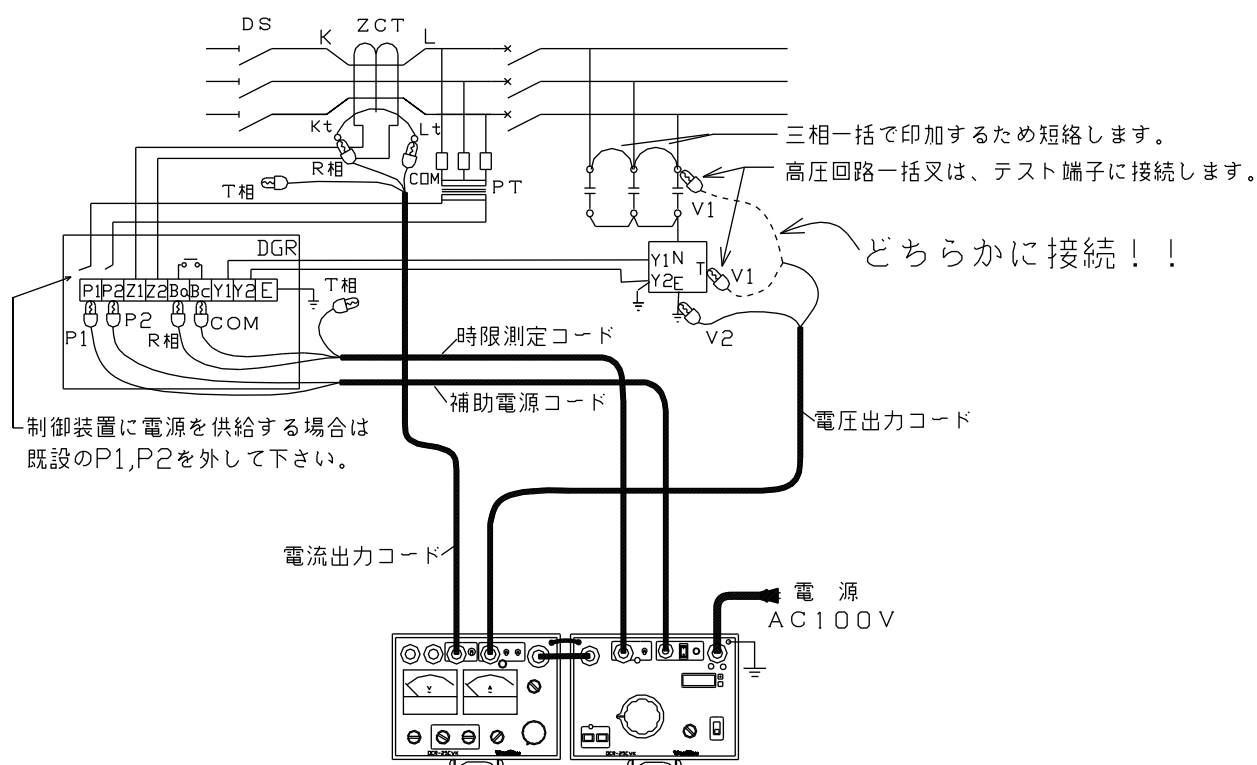

図16：試験回路図－電気室の単体試験（停電状態）
7. 以上のような点を注意し、試験回路を構成します。(図16,17)